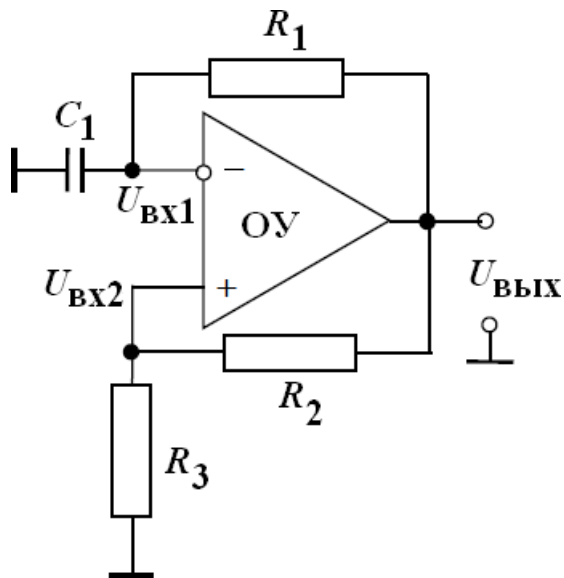

Рис. 13
13. Определить частоту генерации колебаний симметричного мультивибратора (рис. 13), если известно, что $C_1 = 100$ нФ, $R_1 = 5$ кОм, $R_2 = 10$ кОм, $R_3 = 1$ кОм.